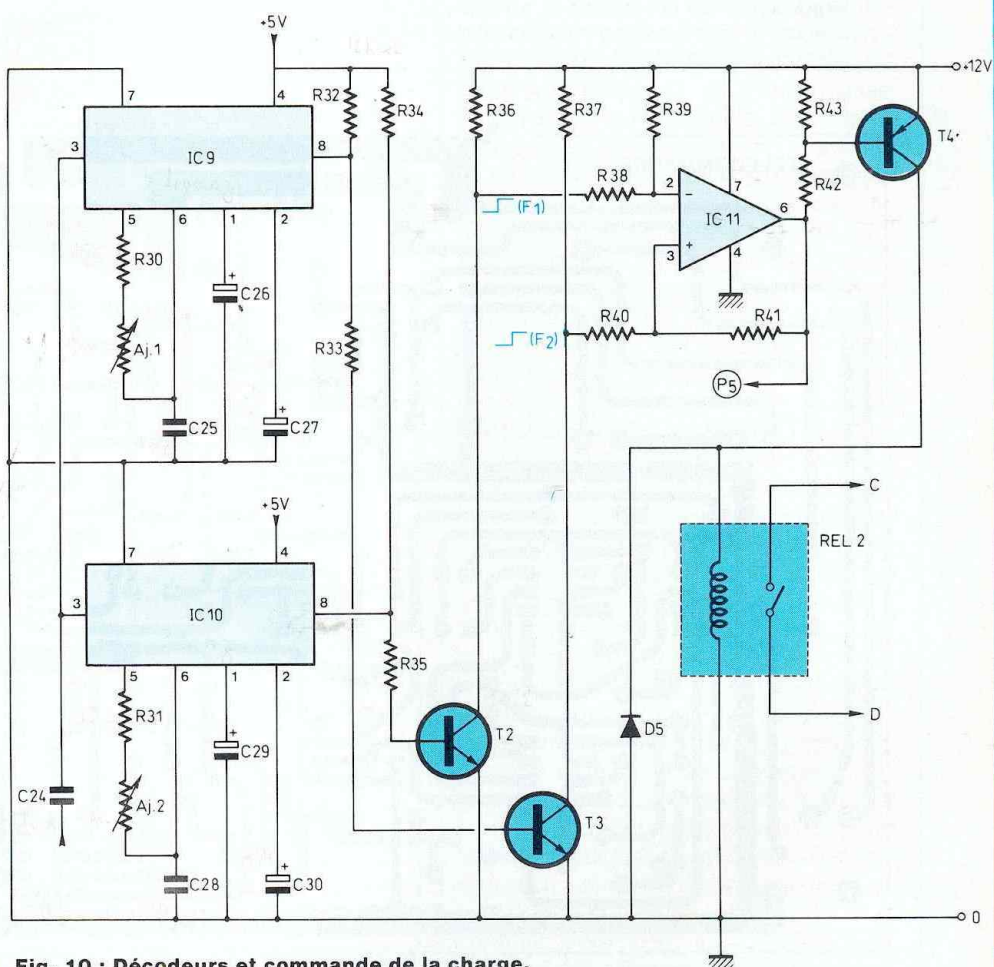

Fig. 10 : Décodeurs et commande de la charge.
La figure 10 regroupe les schémas de ces étages. Les créneaux de 200 mV précédemment évoqués parviennent, via C24, à deux circuits "tone decoder" LM 567, spécifiquement conçus pour réagir à une étroite bande de fréquences ΔF , autour d'une fréquence centrale d'accord F_0 . La résistance reliant les broches 5 et 6 et le condensateur de la broche 6, déterminent F_0 . Ici, nous accorderons CI9 sur F2 de l'émetteur par R30, AJ1, C25 et CI10 sur F1 par R31, AJ2 et C28. Les condensateurs C27 et C30 fixent la largeur relative de bande, $\Delta F/F_1$ ou
Les lecteurs familiarisés avec le circuit de décodage 567 s'étonneront sans doute de la capacité apparemment excessive des condensateurs de filtrage C26 et C29 (figure 10) : les données des constructeurs leur attribueraient plutôt quelque 2 à 3 μ F. Il s'agit, naturellement, d'un choix délibéré, dicté par deux motifs :
- ensuite, et surtout, ces capacités élevées provoquent, lors de la mise sous tension du récepteur, un bref passage (1 seconde) des sorties 8 de C19 et C10 au potentiel de la masse. Durant ce délai, T2 et T3 se bloquent et les extrémités gauches (figure 10)